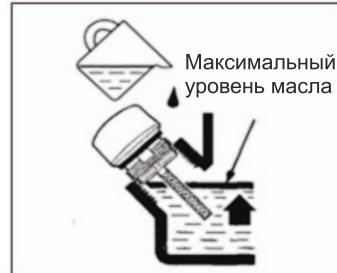

Рис. 6
- Выкрутите пробку маслозаливной горловины (3) (рис 5), протрите контрольный щуп ветошью и вставьте щуп в маслозаливную горловину, не заворачивая пробку.
- Извлеките щуп и проверьте уровень масла. Он должен находиться между верхней и нижней отметкой контрольного щупа. В случае необходимости долейте свежее моторное масло до нижней кромки маслозаливной горловины (рис.6).